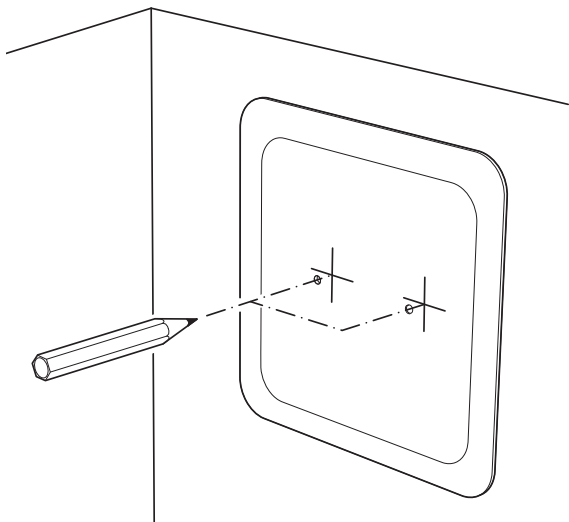

Abb. 16
- Mit einem Stift die beiden Stellen für die Halbrundholzschrauben markieren (Abb. 16).